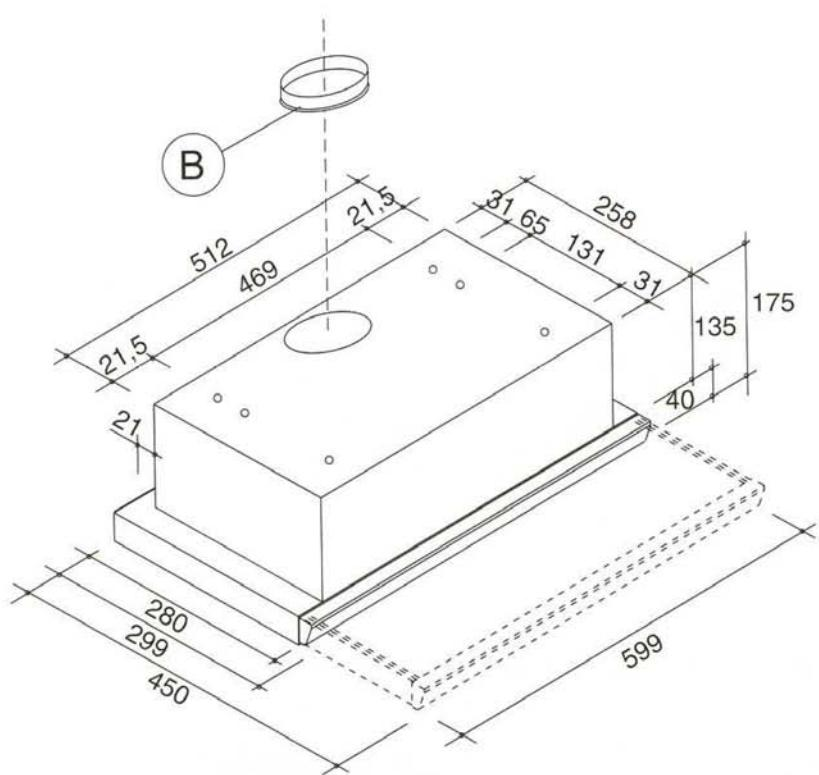

Fig. 3
- 4º Fijar el acoplamiento en la parte superior de la campana B (Fig. 3).